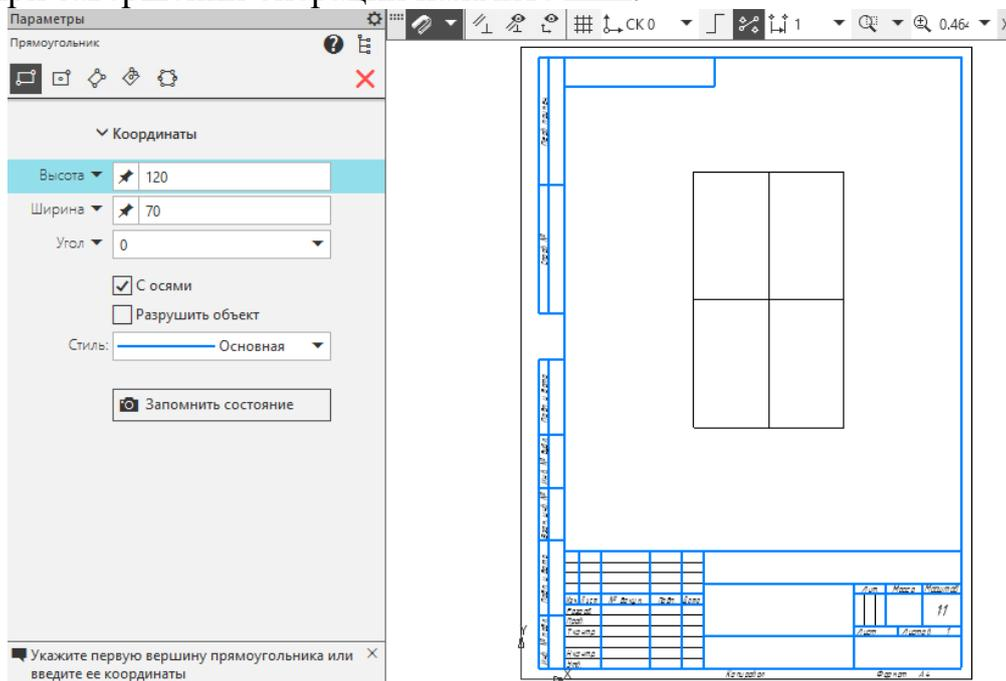

Рисунок 12.
4. В **Параметрах** (слева на экране) ввести: **Высота – 120, Ширина - 70** прямоугольника. Поставить галочку - **С осями**. Стилль линии должна быть «**Основная**» (рисунок 12). Зафиксируйте прямоугольника в центре листа щелчком мыши. При завершении операции нажмите .